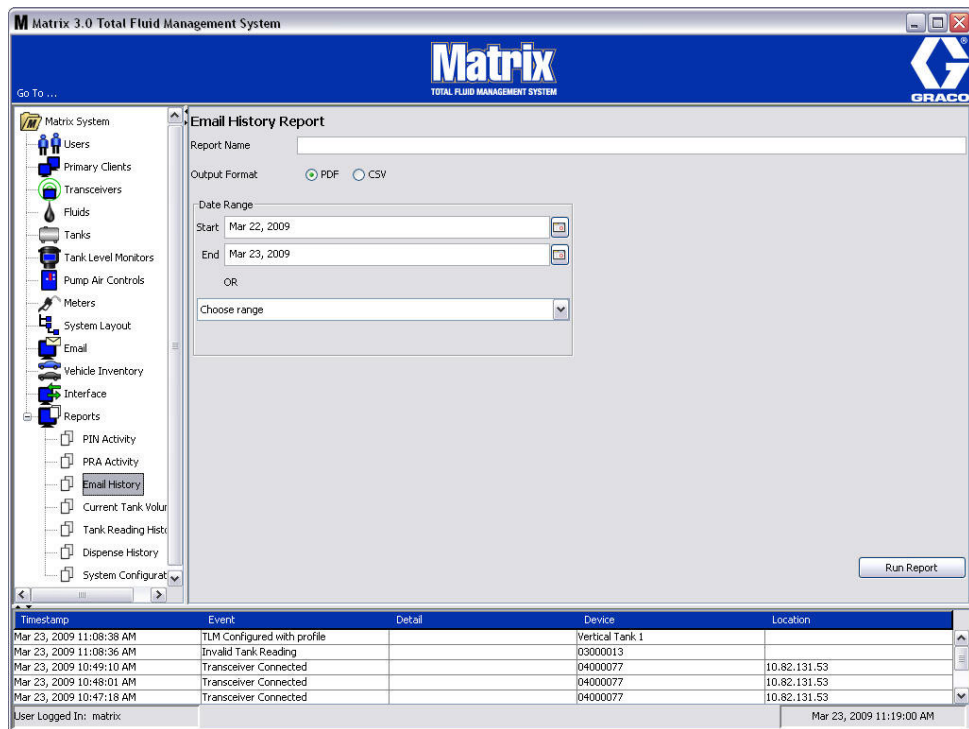

FIG. 171
- **Historial de correo electrónico FIG. 171**